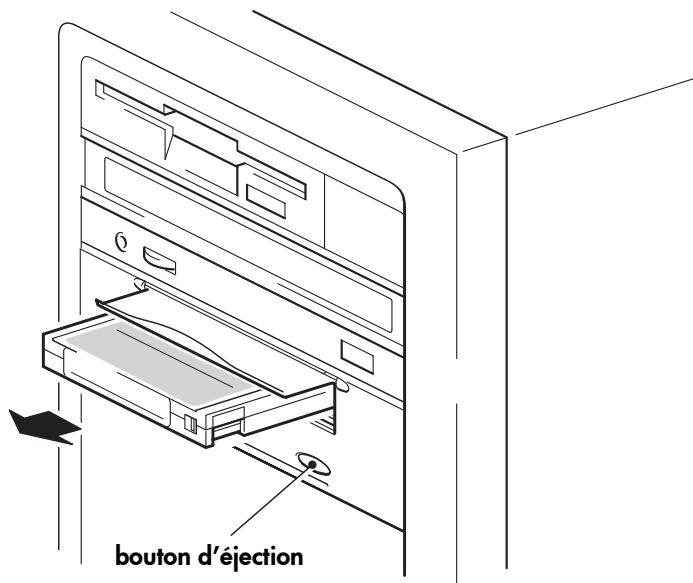

Figure 10b : déchargement d'une cartouche
**1** Appuyez sur le bouton d'éjection sur la face avant (voir figure 10b).